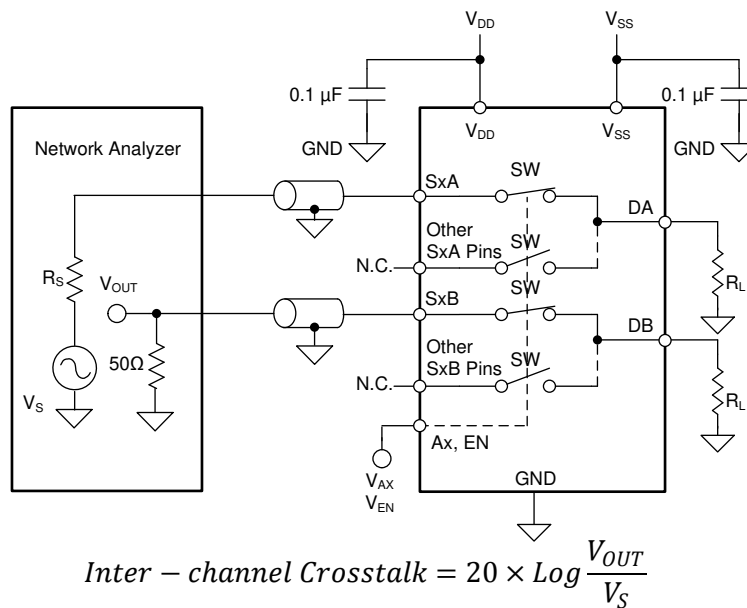

図 7-10. チャンネル間クロストーク測定時の設定
2. チャンネル間クロストーク (XTALK(INTER)): 図 7-10 に示すように、異なるチャンネルのオンスイッチ入力ソースピンに信号を印加した場合の、オンスイッチ入力ソースピン (Sx) 電圧。チャンネル間クロストークは、MUX809-Q1 デバイスにのみ適用されます。